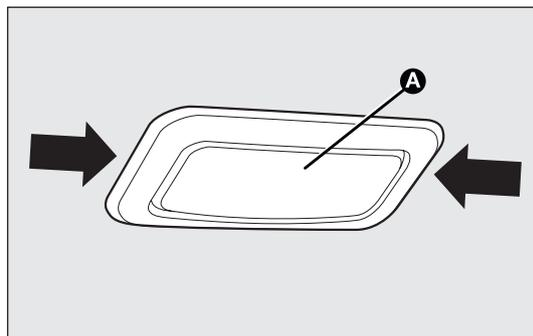

fig. 168
- extraiga el plafón A-fig. 168 actuando en los puntos indicados por las flechas;